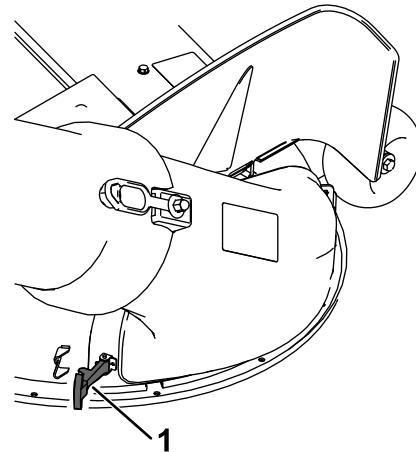

Figura 23
- 4. Sujete el conducto a la carcasa de corte, enganchando el cierre flexible del conducto en el soporte de la carcasa (Figura 23).